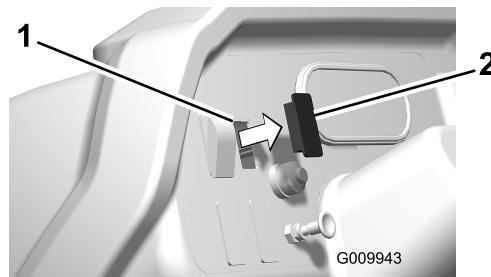

Bild 19
1. Nehmen Sie eine Blende von einem nicht verwendeten Loch im Armaturenbrett ab (Bild 19).